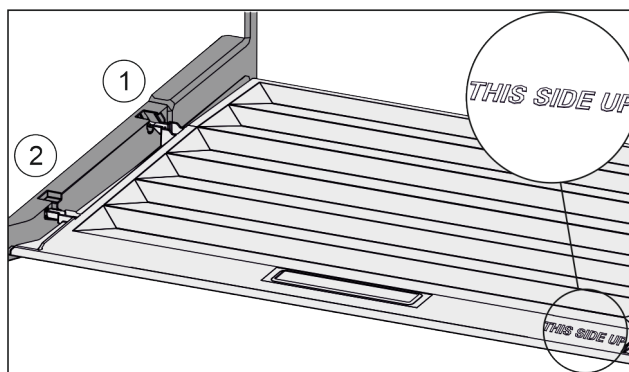

Fig. 36
- Skyv inn dekseltrinn via åpningen til bakre holder Fig. 36 (1) og klikk dem på plass i fremre holder Fig. 36 (2).